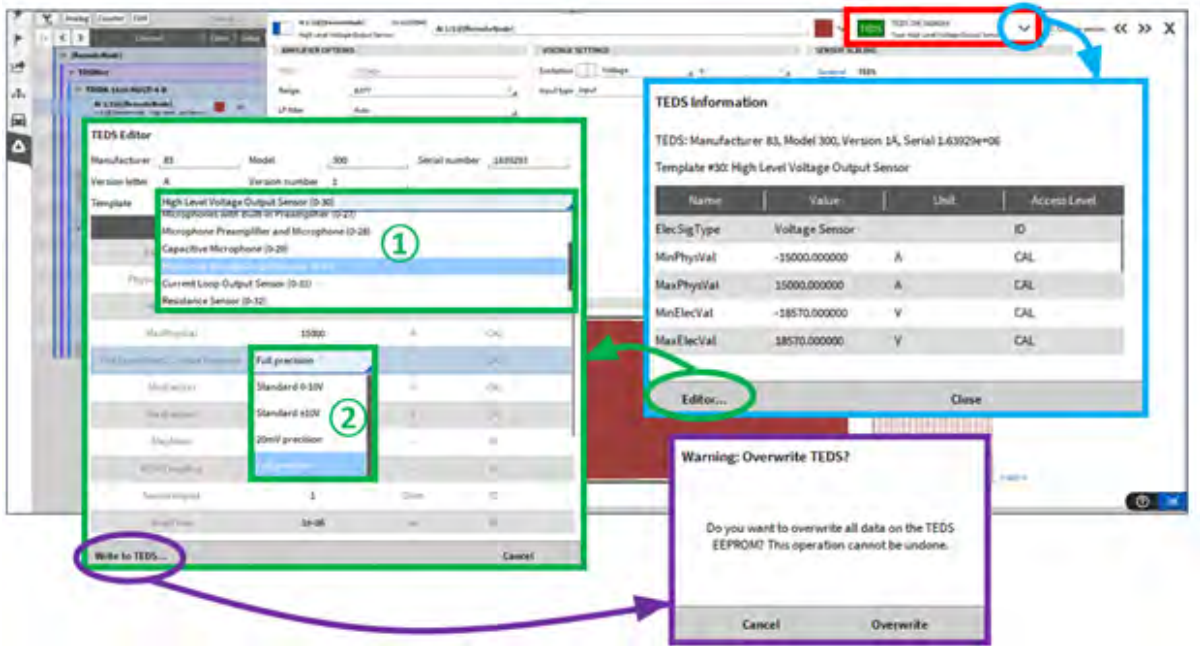

Fig. 7.219: TEDS 通道设置和编辑界面
选中 Teds 序列号，通过点击红框内的按钮 Fig. 7.219，所有的 Teds 信息和设置将会显示出来（见 Fig. 7.219 内的蓝色方框区域）。通过点击“编辑”按钮（见图 Fig. 7.219 内的绿色方框区域），将会打开 Teds 的编辑界面，通过便捷可以修改 Teds 芯片内存储的信息。此修改可以在众多模板中选择（见 ① 图 Fig. 7.219）或者自定义修改存储信息（见 ② Fig. 7.219）。当所有的修改都完成之后，点击“写入 Teds”按钮（见紫色圆圈图 Fig. 7.219）即可完成。此后将弹出一个窗口，要求确认数据是否应该写入 Teds 芯片。
为了防止 TEDS 数据被误修改，TEDS 芯片写入功能默认为关闭状态。如果要激活此功能，进入软件的“高级设置”，并勾选“使用 TEDS 编辑”功能 (见 Fig. 7.219)。